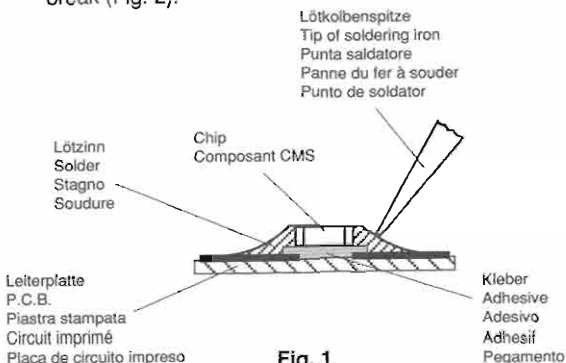

Fig. 1
1. Schritt: CHIP- Lötstelle mit Sauglitze absaugen (Fig. 1).
1. step: Clean the CHIP soldering point with a solder wick (Fig. 1).
1. Aspirer la soudure du composant CMS à l'aide de la tresse à souder (Fig. 1).
1. Aspirare i punti di saldatura del CHIP con una calza dissaldante (Fig. 1).
- Primer paso: Aspirar el estaño del punto de soldadura con un aspirador de los tipos de pera o de resorte (Fig. 1).